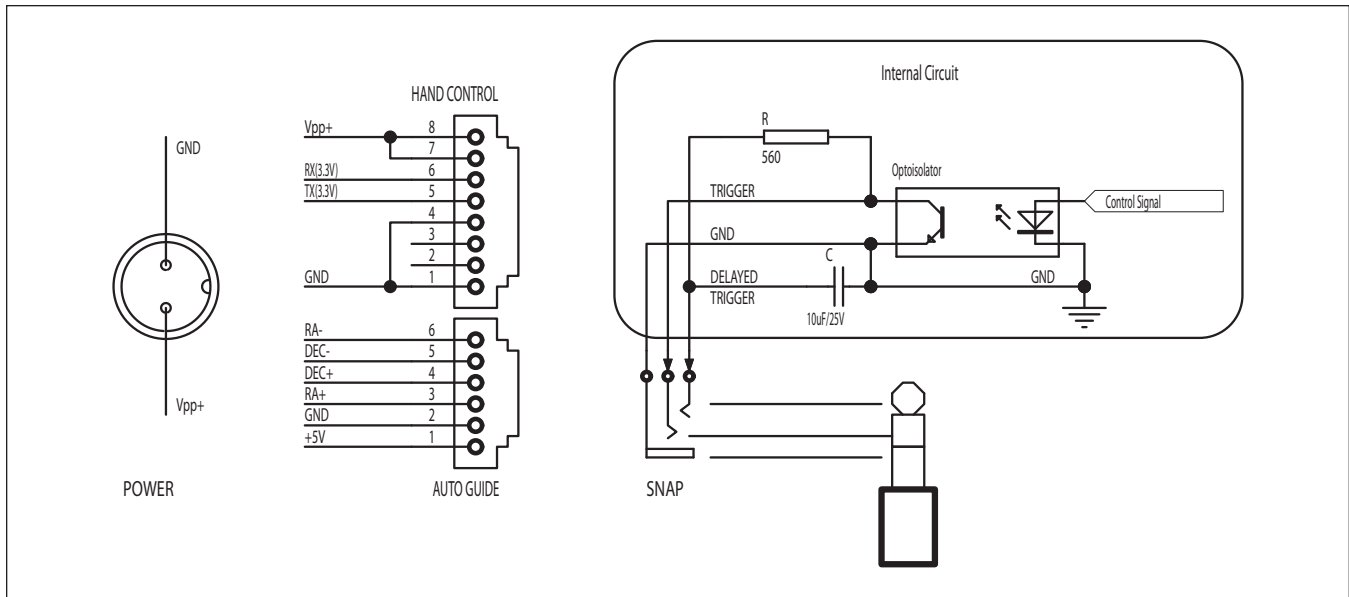

Figura 19. Diagramas esquemáticos de las interfaces electrónicas del panel de la unidad.
5.3 Configuración de pines de las interfaces (Figura 19)